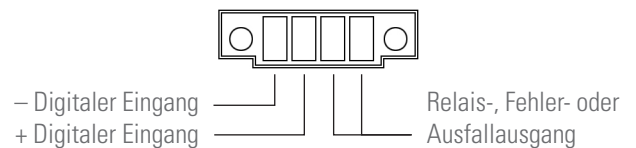

Abb. 20. Digitaler Eingangsstecker und Ausgangsrelais.
- Das Gerät verfügt über einen Stecker mit vier Anschlüssen für einen digitalen Eingang und einen Relaisausgang [siehe Abb. 20].